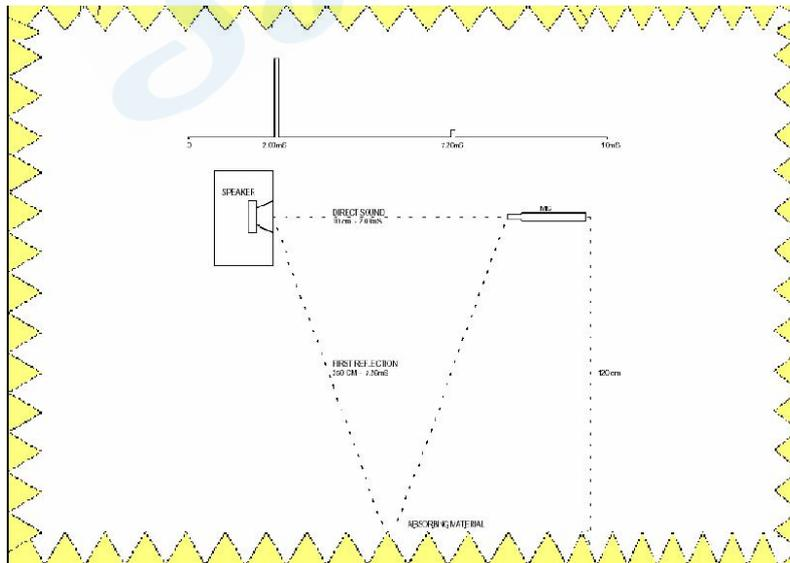
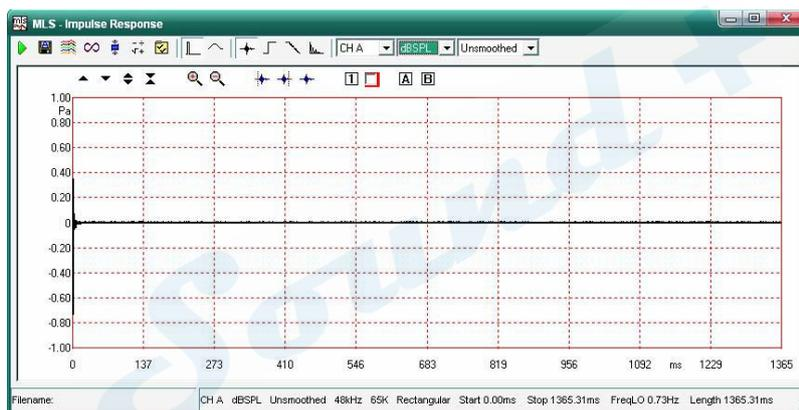
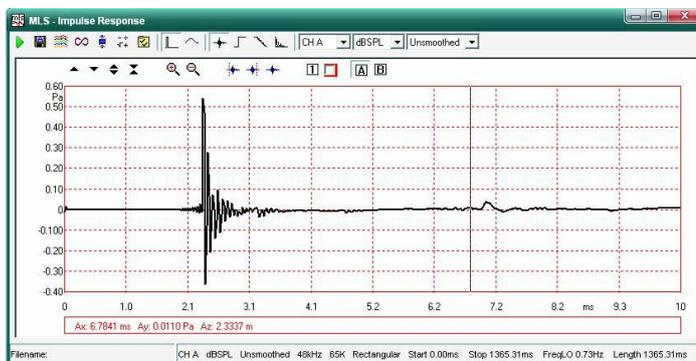

图9-7
图9-13
图9-14
推荐的优选MLS 频响测量室内空间与摆放示意图9-7。
4) MLS&LogChirp 频率测量面板点 \square 时域图标进入如图9-13 的时域操控面板时间轴从0~1365 毫秒。从我们推荐的图9-7 测量摆放示意图可知0~10 毫秒的时域才是测试的覆盖时域, 所以我们只需要选取0~10毫秒的时域进行放大分析即可。时间轴的放大操作请参照6.4 H 轴放大操作, 获得如图9-14 的测试的覆盖时域界面。